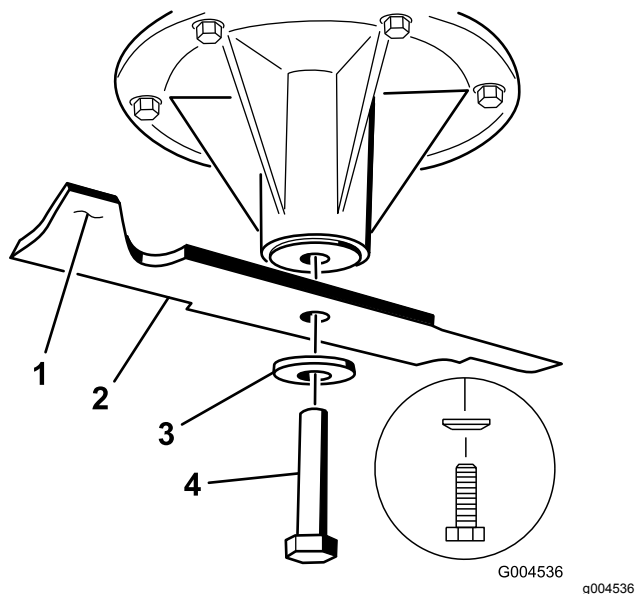

Figure 86
1. Placez la lame sur l'axe (Figure 86).
2. Installez la rondelle élastique et le boulon de la lame (Figure 86).